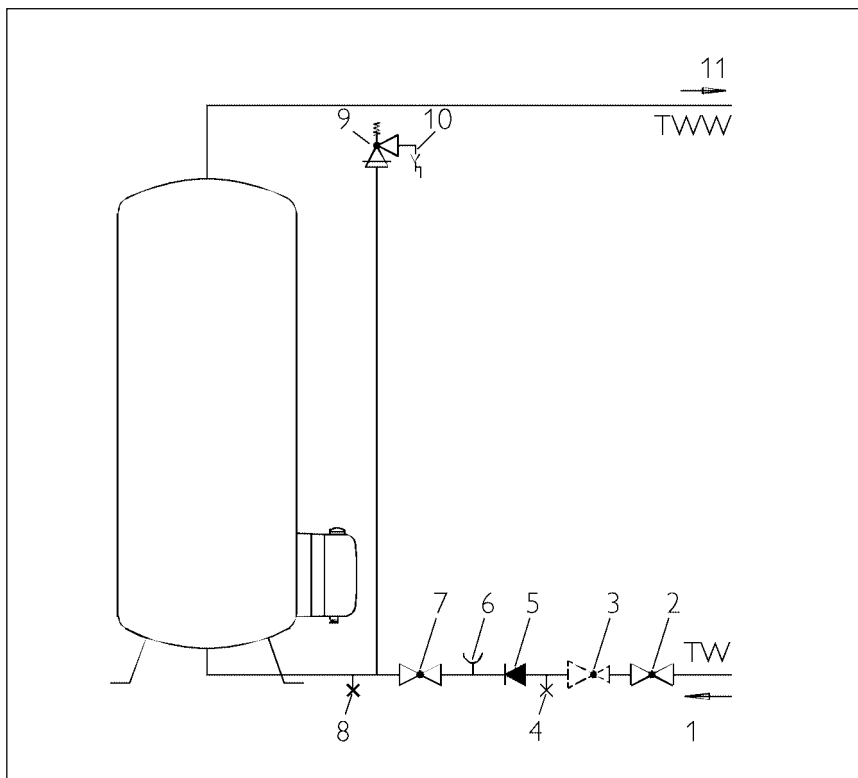

Рис. 4
### Описание (рисунок 4)
- Арматуру монтировать согласно рис. 4